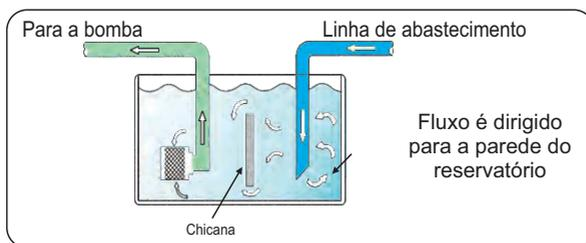

Figura 3
6.23 O ponto de captação de água para a bomba deve ficar o mais afastado possível da tubulação de abastecimento do reservatório, evitando assim, a sucção de bolhas de ar. Não havendo essa possibilidade, pode-se instalar chicanas no reservatório (ver figura 3).